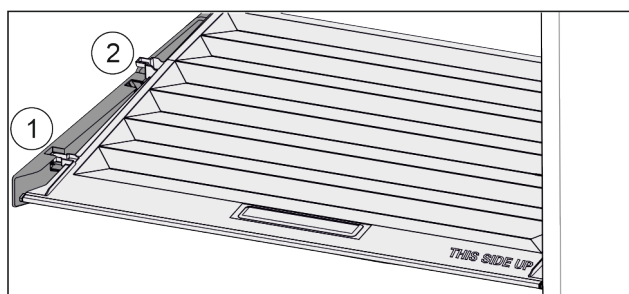

Fig. 29
- ▶ Tirare in avanti il coperchio fino all'apertura nei fermi Fig. 29 (1).
- ▶ Sollevare posteriormente dal basso e togliere verso l'alto Fig. 29 (2).